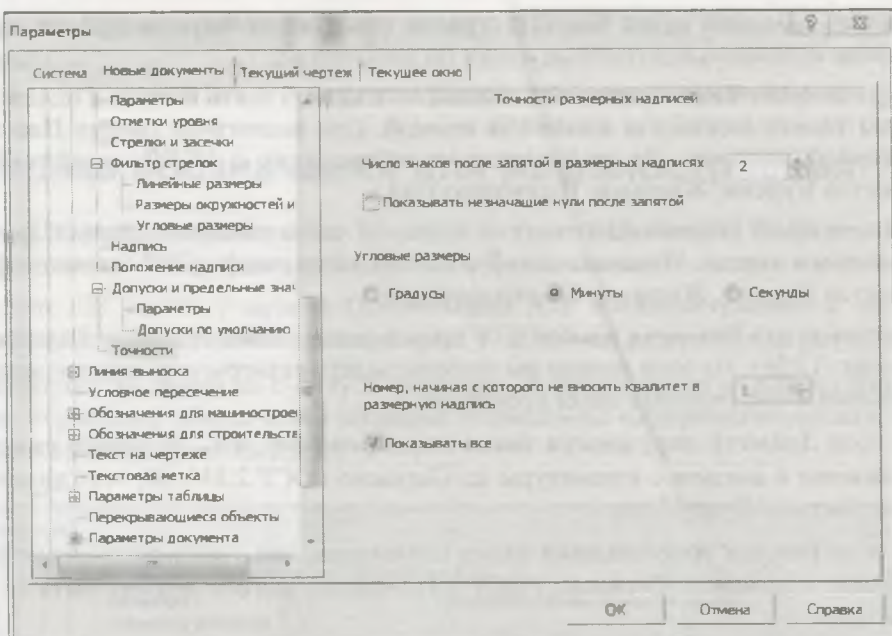

Рис. 17.24. Диалоговое окно Параметры с открытой панелью Точности размерных надписей
- щелкните ЛК мыши по пункту **Точности**. В правой части на панели **Точности размерных надписей** (рис. 17.24) проводится настройка параметров отображения значений размеров в размерных надписях для графических документов. Эта панель позволяет установить следующие параметры формирования размеров: